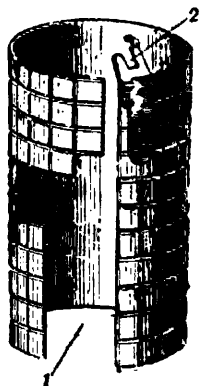

Рис. 23. Оборонительный чехол
32. Оборонительный чехол (рис. 23) служит для увеличения убойного действия гранаты. Для облегчения разрыва он насечен на отдельные квадратики.